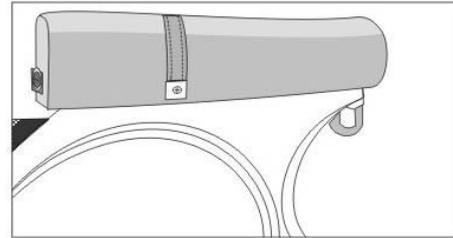

Fig. 18
6. **GANCIO PER BORSA:** C'è un gancio per appendere una borsa sotto il sedile (Fig. 18).